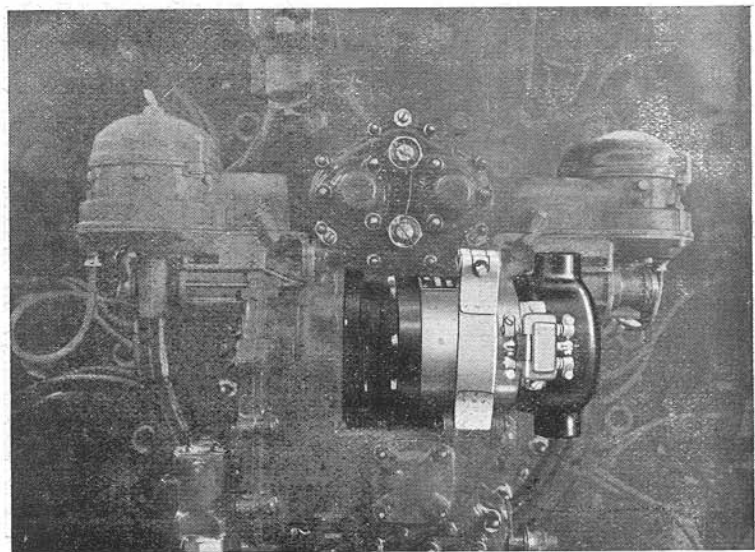

Fig. 80
- 4 dinamo tipo G.R. 1200 sistemate rispettivamente sui 4 motori e corredate da regolatori di tensione e filtri (fig.80),